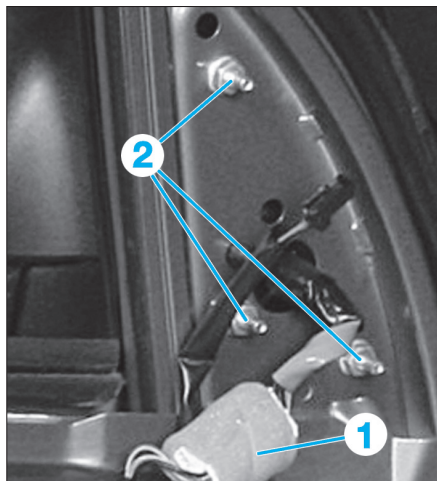

FIG. 47
- Débrancher le connecteur de commande du rétroviseur (1) (Fig.47).
- Déposer les trois vis de fixation (2) du rétroviseur.